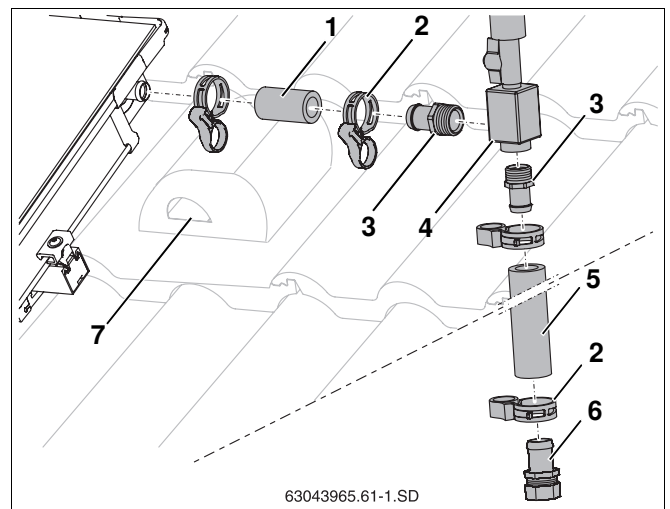

Fig. 57 Raccordement du purgeur sur le toit
- ▶ Glisser le tube solaire court (55 mm, fig. 57, **pos. 1**) sur le raccordement de départ du champ de capteurs et fixer avec la bride du compensateur.
- ▶ Visser à fond les embouts de tuyauterie R $\frac{3}{4}$ avec joints toriques (fig. 57, **pos. 3**) dans le pot de purge (fig. 57, **pos. 4**).
- ▶ Insérer les embouts de tuyauterie (fig. 57, **pos. 3**) jusqu'à la butée dans les tubes solaires (fig. 57, **pos. 1 et 5**) et fixer avec les brides du compensateur (fig. 57, **pos. 2**).
- ▶ Insérer l'embout de tuyauterie avec raccord-union par anneau de serrage (fig. 57, **pos. 6**) jusqu'à la butée dans le tube solaire et fixer avec la bride du compensateur.
- ▶ Faire passer le tube solaire avec le câble de sonde par la tuile de ventilation (fig. 57, **pos. 7**) et l'isolation du toit.
- ▶ Raccorder le tube collecteur à l'embout de tuyauterie avec le raccord-union (18 mm) (fig. 57, **pos. 6**).